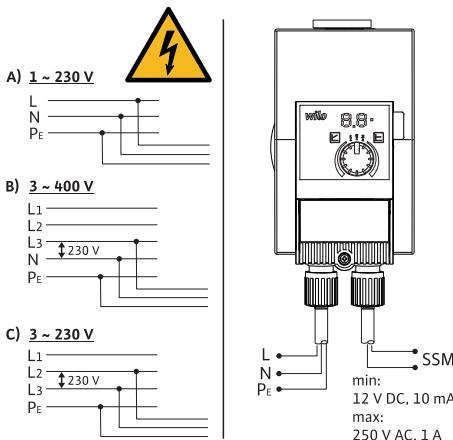

Fig. 3: Pieslēgšanas iespējas
- Pievienot tikai 230 V zemsprieguma elektrotīkliem. Pieslēdzot IT (Isolé Terre) tīkliem, obligāti pārliecinieties, ka spriegums starp fāzēm (L1-L2, L2-L3, L3-L1 → Fig. 3) nepārsniedz 230 V.